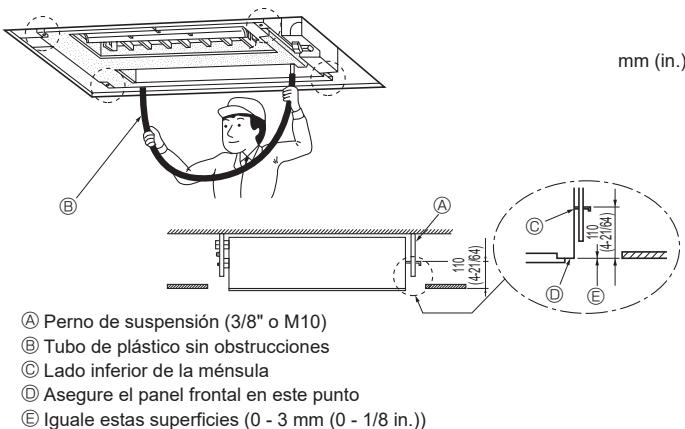

Fig. 2-7
1. Enrosque progresivamente las arandelas ① ② (suministradas) y sus respectivas tuercas (adquiridas localmente) en el perno de suspensión.
- * Realice esta operación en el siguiente orden (desde la parte superior): tuerca, arandela con aislante ②, arandela sin aislante ①, dos tuercas.
- * Coloque la arandela aislante ② con la superficie aislante hacia abajo, tal y como se indica en la figura.
2. Levante la unidad en su ubicación y alinéela adecuadamente con el perno de suspensión. Pase la ménsula entre las arandelas ① y ② ya colocadas y fíjela. Realice el mismo procedimiento en las cuatro ubicaciones.
5. Apriete todas las tuercas. (Fig. 2-7)